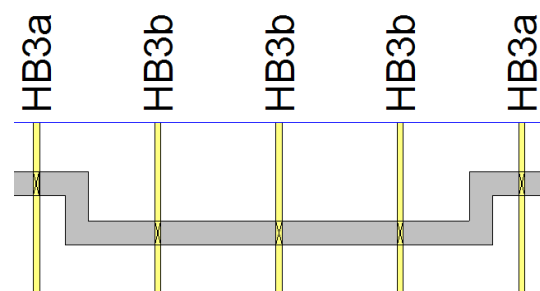

Abb. 5.8: Binder gruppieren
**Binder gruppieren:** Diese Möglichkeit kann nur ausgewählt werden, wenn unter *Werkzeug* in der Registerkarte *Bezeichnung* die Option *Bindergruppe erzeugen* aktiviert ist. Allerdings wird nur eine Unterposition erzeugt (siehe Abb. 5.8), wenn für die betroffenen Binder in der Registerkarte *Sonstiges* unter *Bindergruppe erzeugen* *Automatisch* angeschaltet ist. Ansonsten verhält es sich wie bei *Unterschiede zulassen*.